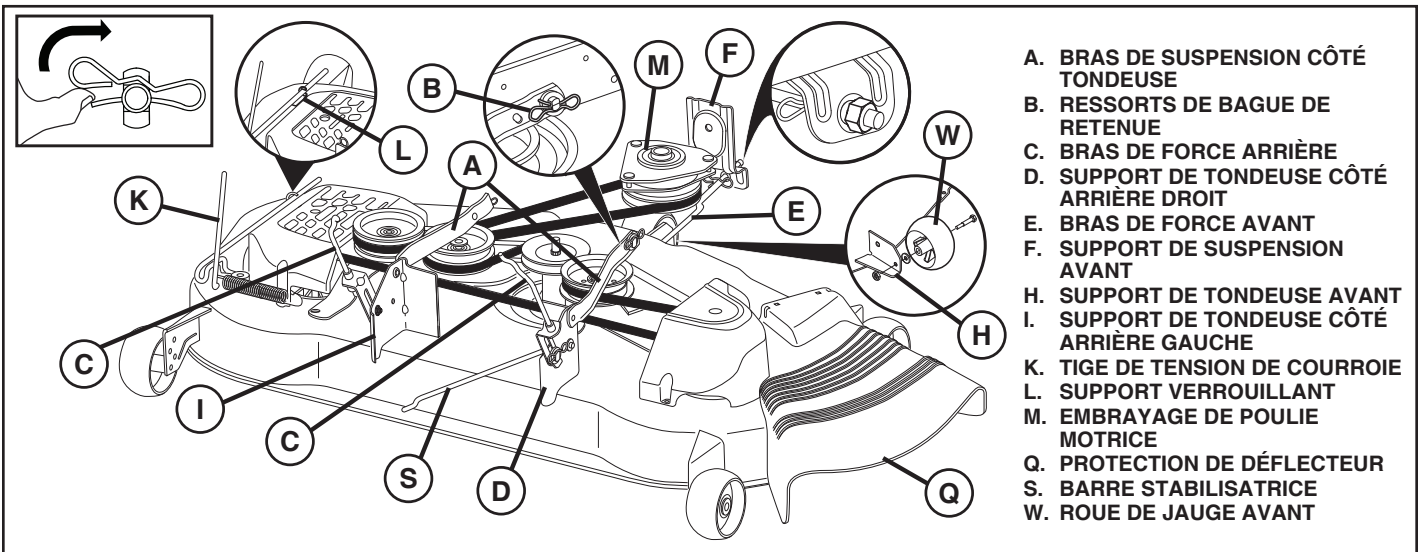

Fig. 8
## 9. INSTALLER LA COURROIE SUR L'EMBRAYAGE DE POULIE MOTRICE (M) (Voir la Fig. 8 & 15)
- Désengager la tige de tension de courroie (K) du support verrouillant (L).
- Installer la courroie sur l'embrayage de poulie motrice (M).